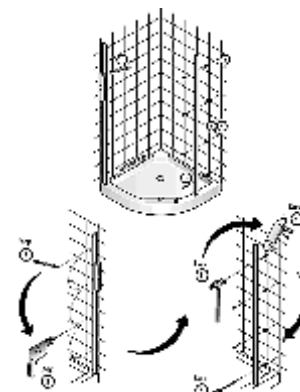

РИС.1.
2. Установите пристенные профили (№1) на расстоянии 890 мм (для модели Sense 80 на расстоянии 790 мм) от угла до центра отверстий установки. Стык между профилем и стеной заполните силиконовым герметиком (отвечающим свойствам рН-нейтральности, бесцветности, противогрибкости) (рис.1).